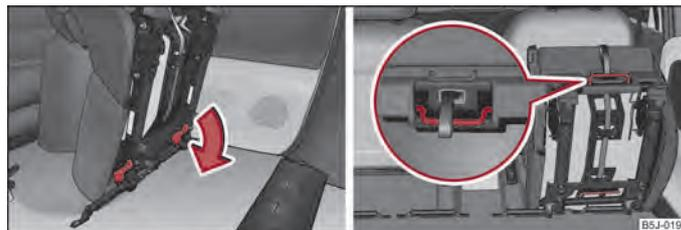

Fig. 40 Desbloqueo del asiento abatido/asa en la banqueta
- Desbloquear el asiento abatido presionando los bloqueos de asiento en sentido de la flecha ⇒ fig. 40.
- Retirar el asiento mediante la asa en la banqueta ⇒ fig. 40, lado derecho.
- Abatir el asiento exterior hacia delante ⇒ página 55 y desbloquearlo ⇒ fig. 40.